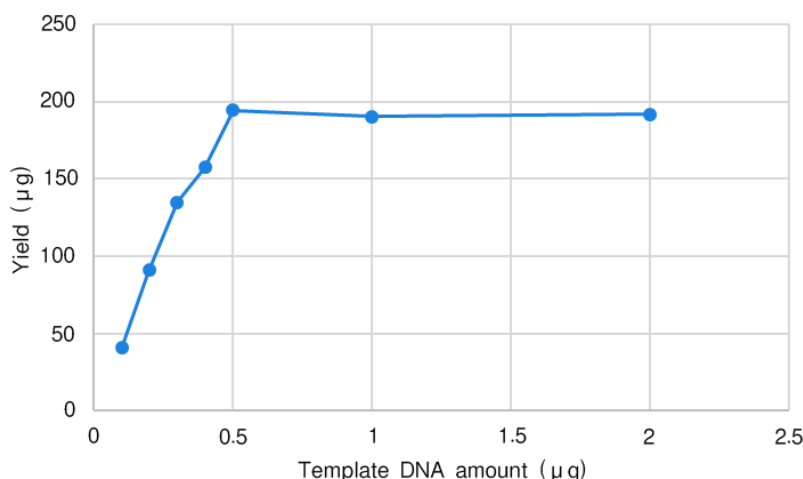

图 5. 模板 DNA 和 RNA 产量的关系
* 4: 请使用带有 AGG 转录起始序列的模板。最佳模板量因所用模板的大小和类型而异，但通常应在 0.5~2 µg 的范围内使用（参照图 5）。对于 (CT) Positive Control Template (FLuc)，请使用 2 µl (1 µg)。